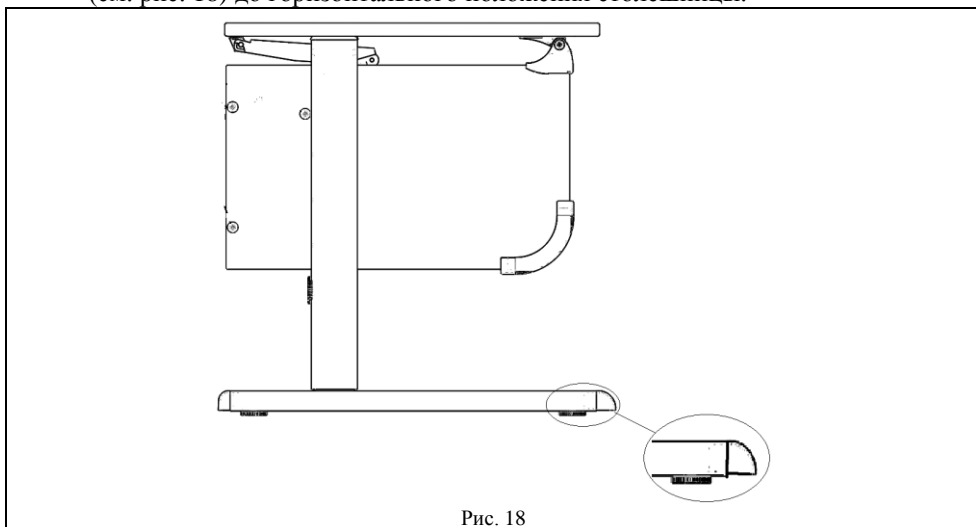

Рис. 18
6.1. Стол следует устанавливать на равную горизонтальную поверхность, обеспечивая опоры всех ножек, при необходимости отрегулировать стол ножками (см. рис. 18) до горизонтального положения столешницы.